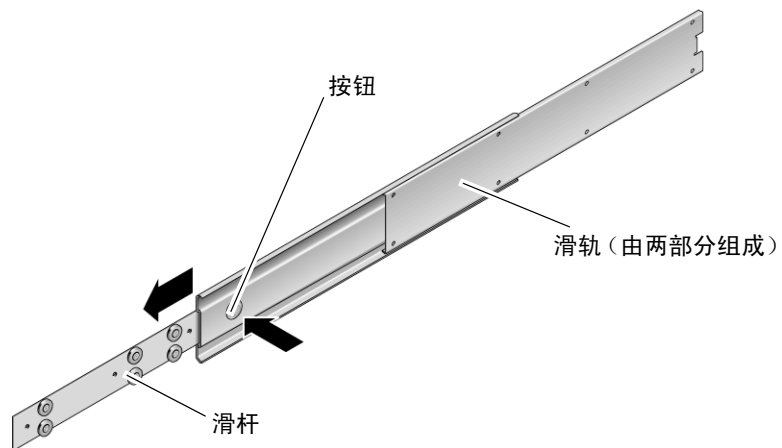

图 3-8 拆卸滑轨
4. 向内按各滑轨上的按钮，将滑杆从滑轨中完全拉出（图 3-8）。